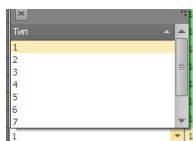

Рисунок 75
- В отобразившейся строке в блоке - **Проведенные исследования**, выберите метод исследования, используя существующий справочник (Рис. 75).